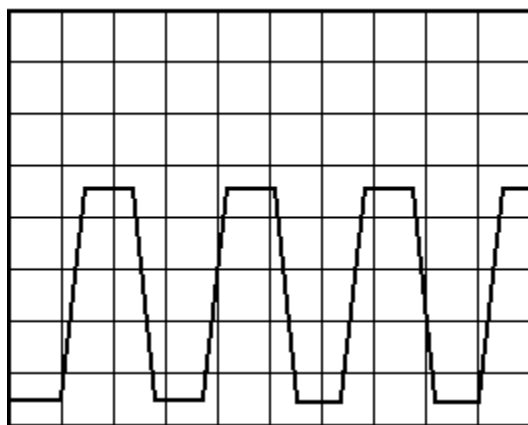
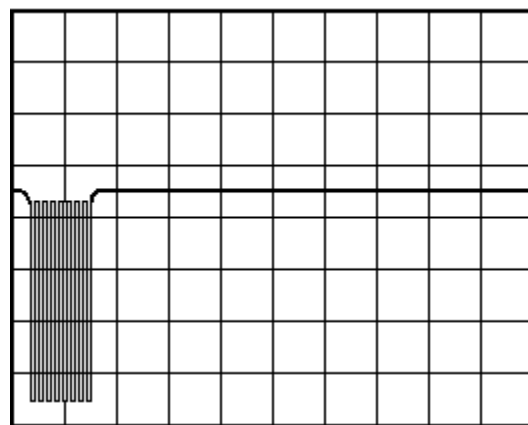

Рисунок 1 1В / 100нс
Рисунок 2 1В / 500мкс
- наявність і справність осцилятора U1 (кварцовий резонатор на 12,00 МГц) і справних фазовращаючих конденсаторів C13 і C14. Функціонування внутрішнього тактового генератора легко перевірити по наявності меандру з частотою 12,00 МГц на виході "OSC\_OUT" (вивід 13). Залежно від режиму на даному виході буде присутнім або безперервний меандр (рис. 1, робочий режим) або пачки імпульсів з частотою 12,00 МГц, з тривалістю пачки 0,4-0,8 мс і періодом 1 сек (рис. 2, режим мікроспоживання);